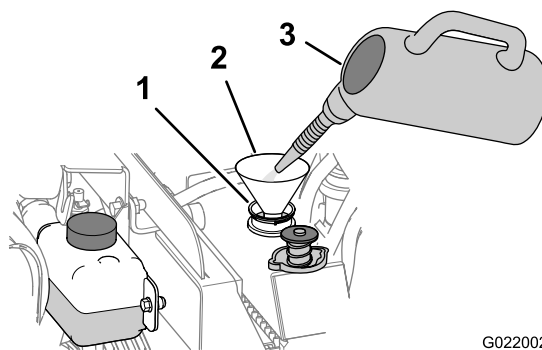

Figura 141
- B. Añada una solución de limpieza para sistemas de refrigeración al radiador por el cuello de llenado (Figura 141).